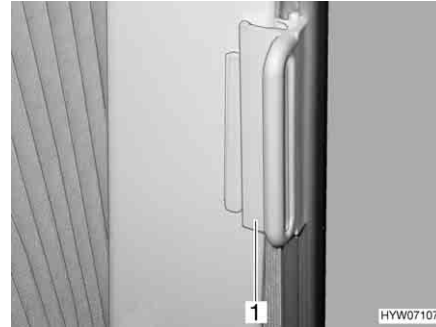

Fig. 41 Bloqueo para estor plegable
- Desplazar el tirador (Fig. 41, 1) hasta la pieza sobrepuesta. El estor plegable queda asegurado.